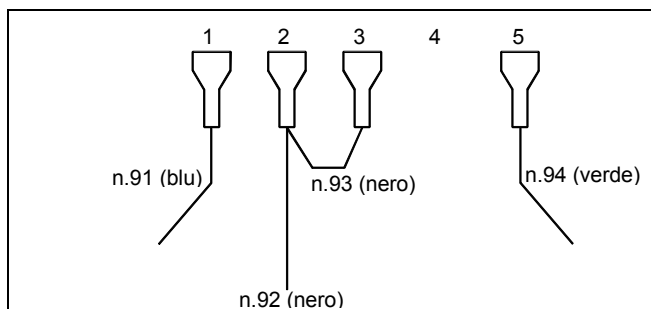

Figura 3 – COLLEGAMENTO ELETTRICO PER MODELLO 3001
- cavo n.91 (blu) al morsetto n.1 dell'orologio programmatore (vedi Figura 3)